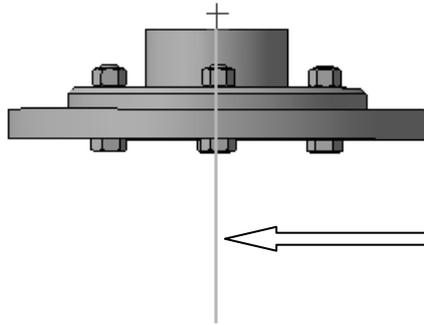

Рис.14.24. Ломаная № 3
2.4. Постройте ломаную № 3, рис.14.24 — траекторию прямолинейного движения болтов в процессе удаления (соответствует шагу № 5, табл. 14.2). *Расстояние — -200.*